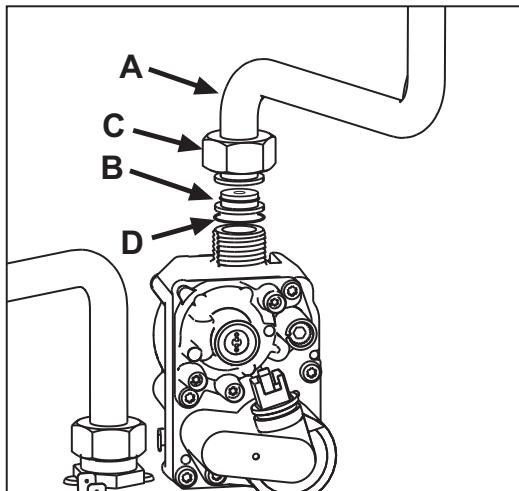

fig. 22
- Desenrosque la tuerca C y desconecte el tubo del gas A de la válvula del gas (fig. 22).
- Sustituya el inyector B del tubo del gas por el que se incluye en el kit de transformación, interponiendo la junta D (fig. 22).